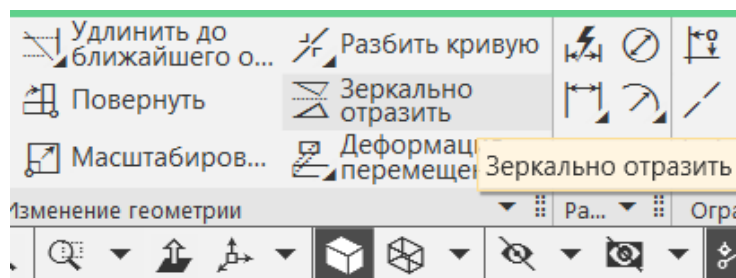
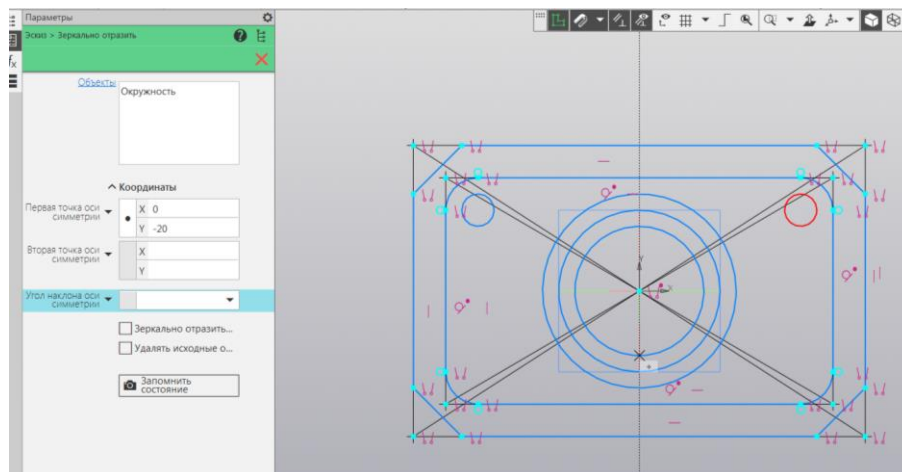

Рисунок 16 – Вызов опции Зеркально отразить
Рисунок 17 – Выбор точек на оси
11. Выполняется создание симметричных отверстий. Вызывается опция Зеркально отразить (рисунок 16). Ловушкой выбирается контур отверстия. Галочкой в Параметрах подтверждаете выбор. Указываете курсором две точки на оси (рисунок 17). Щелчком левой кнопки мыши задаете угол поворота оси. Результат получения симметричной геометрии окружности показан на рисунке 18.